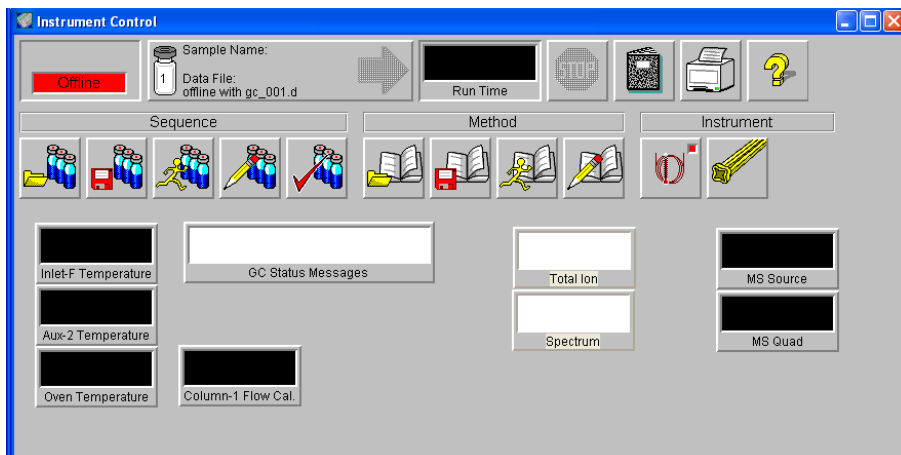

Figure 14 Disposition des fenêtres de surveillance
- 8 Cliquer sur chacune des fenêtres et la faire glisser jusqu'à la position souhaitée. Pour voir une manière de disposer les fenêtres de surveillance, cf. Figure 14.